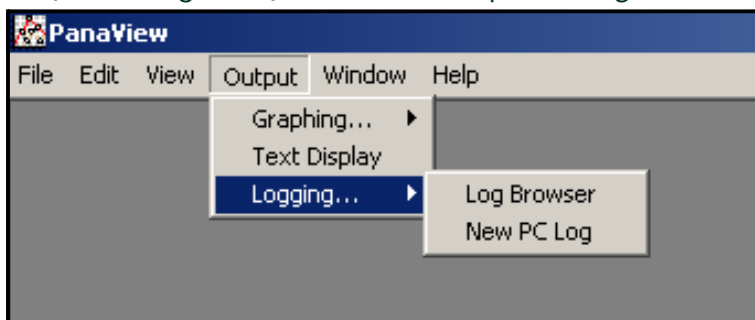

Figura 13: Selezioni dell'opzione Registrazione
1. Aprire il menù *Output* (vedere Figura 13) e fare clic sull'opzione *Registrazione*.
- Dal menù *Output* (vedere Figura 13 a pagina 54), fare clic sull'opzione *Log Browser*. Passare alla finestra di dialogo *PC Logs* come descritto nelle sezioni precedenti. Viene visualizzata una schermata simile a quella mostrata nella Figura 23.